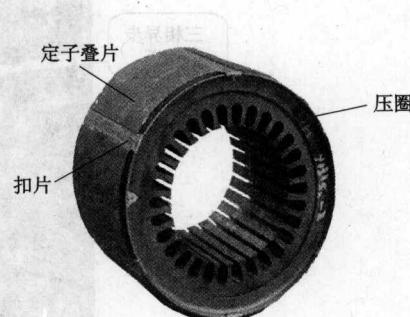

图 1—2 定子铁心结构
(2) 定子绕组 如图 1—3 所示，定子绕组用铜或铝制的绝缘线绕制而成，它有三相绕组，对称嵌放在定子铁心槽内。